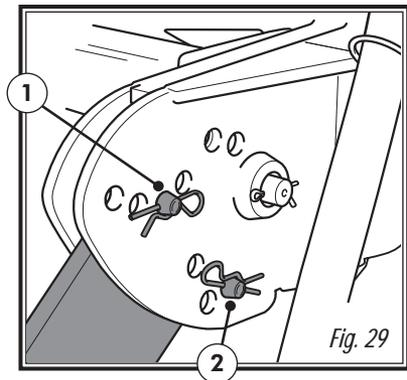

Fig. 29
**a.** Mediante el bulón superior (nº 1, fig. 29) controlaremos la profundidad del equipo de siembra y consecuentemente mayor o menor presión sobre el suelo.
**b.** Con el bulón inferior (nº 2, fig. 29) controlaremos le penetración del rodillo en el suelo y además podremos fijarlo para el transporte.